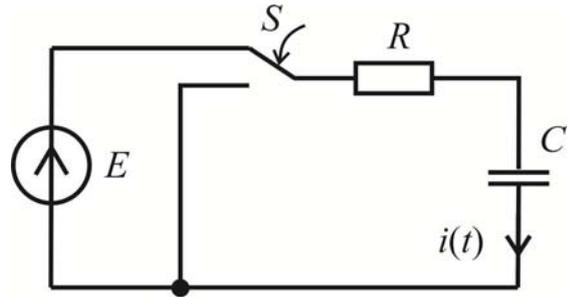

Рисунок 2
– *RC*-схема замещения цепи в случае подключения конденсатора через ограничительный резистор к источнику постоянного напряжения  $E$  и его отключении от источника (рисунок 2);